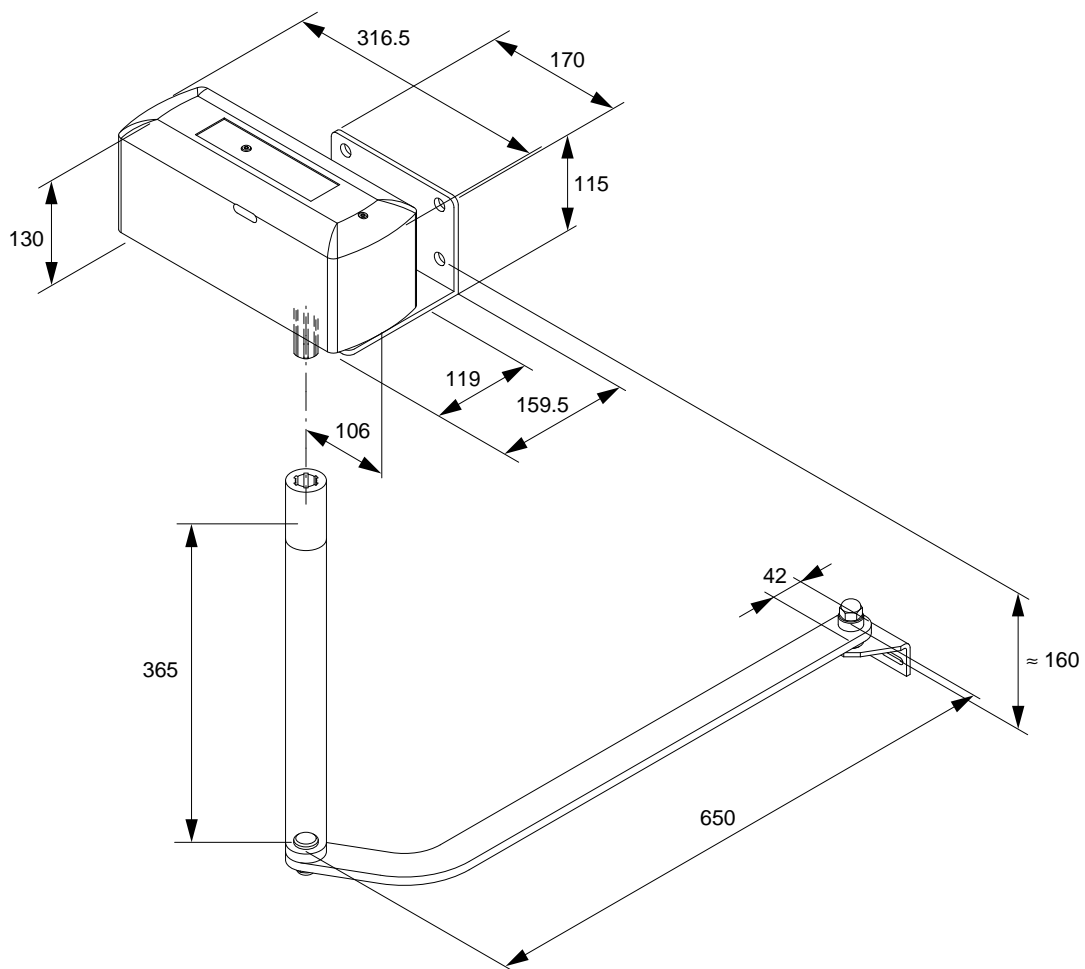

Fig.1
2. Ingombri e misure di max (fig.1)
2. Overall dimensions (fig.1)
2. RIchtraumbedarf und -Maße (Bild 1)
2. Encombremets et dimensions (fig.1)
2. Volums y acotaciones (fig.1)